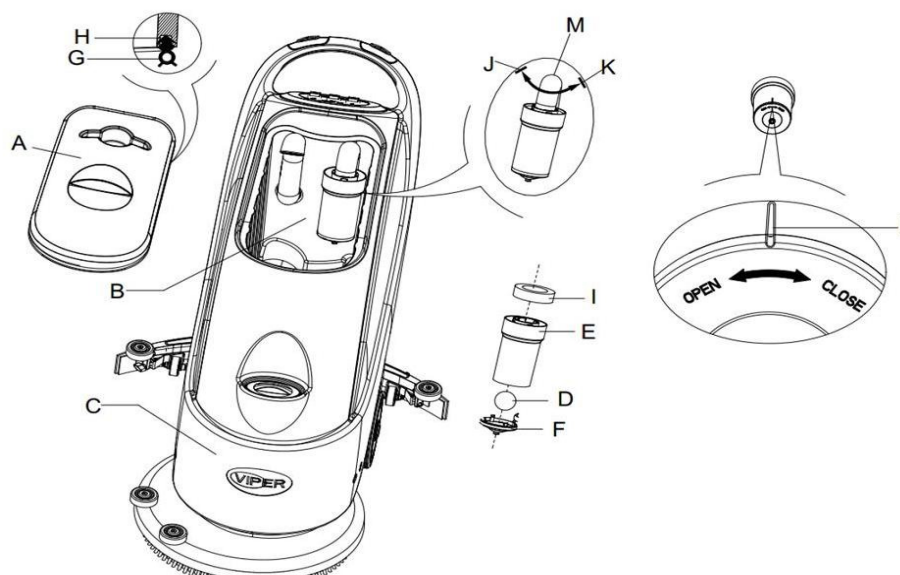

Рисунок 11
2. Нажмите кнопку включения питания (38) и установите ее в позицию “О” для отключение устройства.
3. Откройте резервуар для воды (A, Рисунок 11), и снимите поплавков устройства (36) из резервуара для грязной воды.
4. Используйте чистую воду для очистки крышки (A), резервуара (B и C), и опорной рамы фильтра-поплавка (E). Через отверстие трубы (15), слейте всю воду из резервуара.
5. При необходимости, возле символов “Open” и “Close” как показано на **рисунке 11**, отсоедините нижнюю крышку (F) от фильтра-поплавка и очистите поплавок (D), опорную раму (E), а также фильтр подушки (I). После очистки зафиксируйте фильтр-поплавков на опорной раме (E), а затем выровняйте паз (L) на нижней крышки (F) с пазом поплавкового фильтра (L) к опорной раме (E). Поверните нижнюю крышку (F) с точкой фильтра-поплавка и закрепите плотно фильтр к подушке (I) на опорную раму фильтра-поплавка (E), а затем на Вакуумную трубку (M).
6. Проверьте герметичность уплотнительного кольца (G) крышки резервуара с водой..